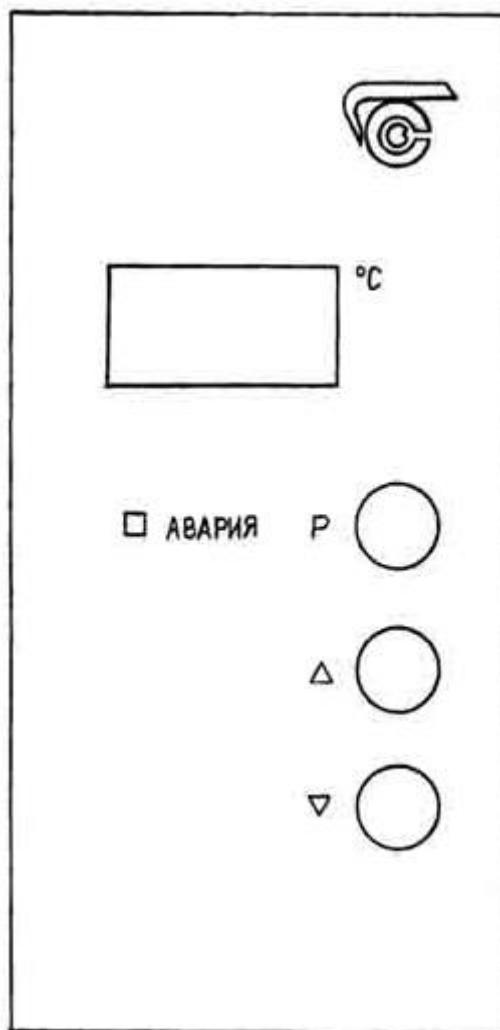

Рисунок 1 – Панель управления
8.3. Включить переключатель «СЕТЬ» (находится на сетевом блоке, установленном на задней стенке терmostата), при этом на цифровом табло панели управления, находящейся на двери терmostата (рисунок 1) высвечивается текущая температура в камере терmostата.